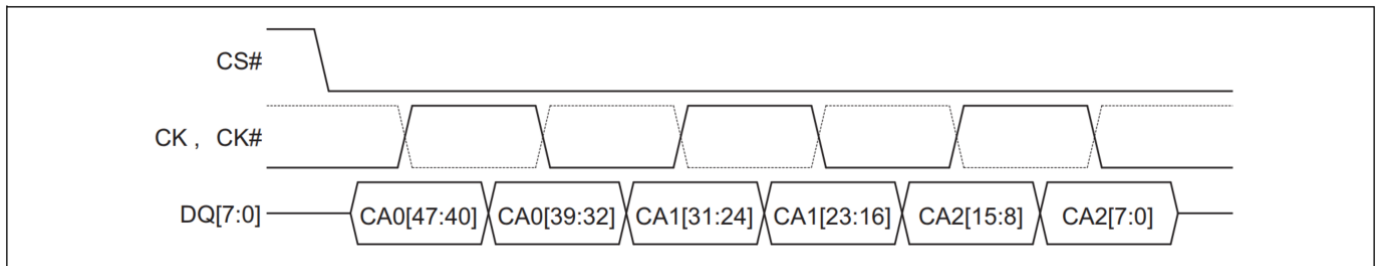

图 4-1 指令-地址 (CA) 序列^[6、7、8、9]
6. 图 4-1 显示 HyperBus 上所有传输的前三个时钟周期。